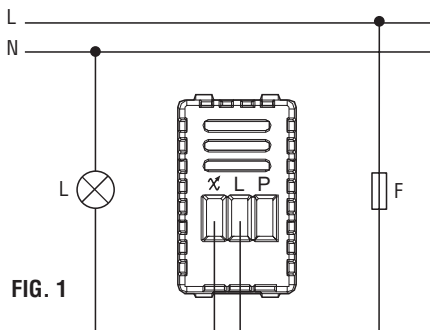
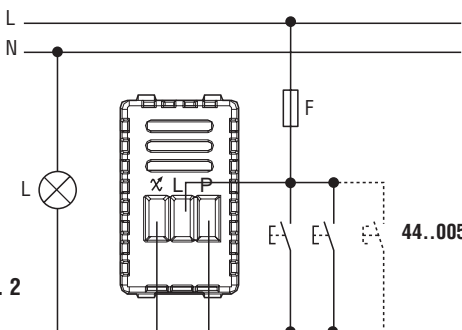

FIG. 1
FIG. 2
- installation of a single dimmer: light control and adjustment through a built-in pushbutton (figure 1)
- Combined installation of dimmer and NO pushbuttons: light control and adjustment through a built-in pushbutton or standard pushbuttons connected in parallel (figure 2)
- Installation du seul régulateur d'éclairage: commande et régulation lumière moyennant le poussoir incorporé (figure 1)
- Installation du régulateur d'éclairage associé aux poussoirs NO: commande et régulation lumière moyennant le poussoir incorporé ou les normaux poussoirs reliés en parallèle (figure 2)
Legenda Fig. 1 - Fig. 2